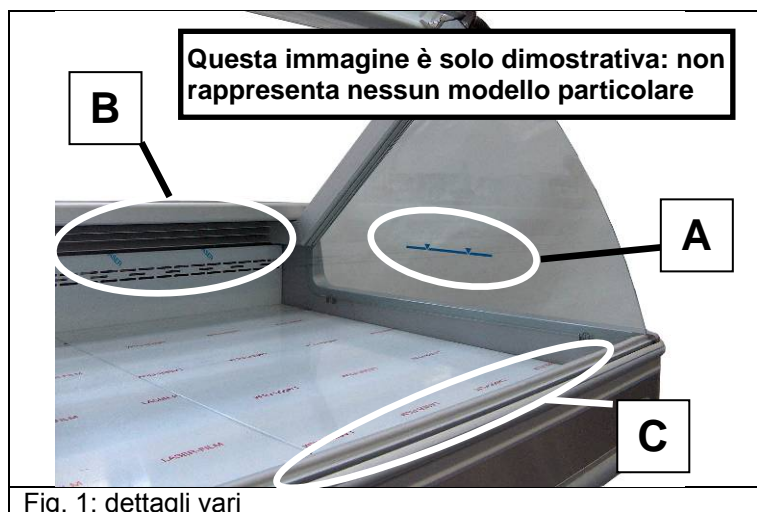

Fig. 1: dettagli vari
- Non superare mai la linea di carico massimo "A" posta sul vetro laterale (fig. 1)
- Non ostruire le fessure di uscita "B" e di ripresa "C" dell'aria (fig. 1)
L'attivazione/disattivazione avviene mediante gli interruttori posizionati sul quadro elettrico (Capitolo "PRIMO AVVIAMENTO", fig. 1):